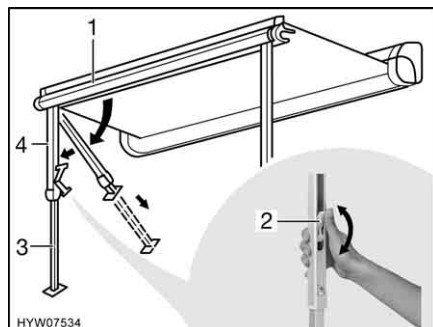

Fig. 20 Installazione dei montanti di supporto
- Rimuovere i montanti di supporto (Fig. 20,4) dal listello anteriore (Fig. 20,1) esercitando una leggera pressione verso l'esterno, quindi ribaltarli e collocarli.
- Estrarre la parte inferiore dei montanti di supporto (Fig. 20,3) fino alla lunghezza desiderata.
- Chiudere il bloccaggio presente sui montanti di supporto. A tale scopo, spingere la leva di serraggio (Fig. 20,2) verso l'alto.